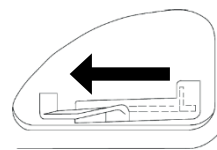

Fig. 12
2. Rotiți pârghia șocului în poziția "ÎNCHIS". (Fig. 12)